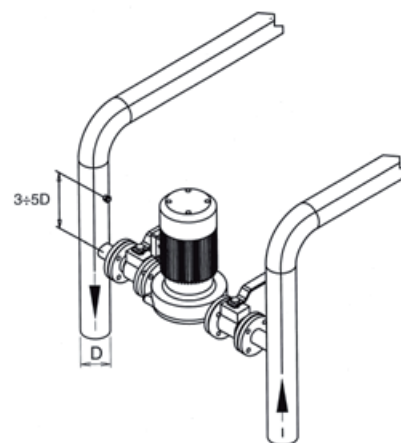

рис. 7
5.5.5 Рециркуляционный насос (Рис. 7)